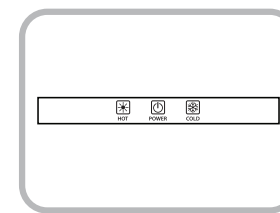

Fig.4
6. Allumez l'interrupteur d'eau chaude, attendez quelques minutes, puis allumez l'interrupteur d'eau froide. Laissez l'appareil atteindre les températures minimales d'eau froide et chaude. Cela prend environ 45 minutes et est indiqué par l'extinction des Lumières Indicateurs (Fig. 4)